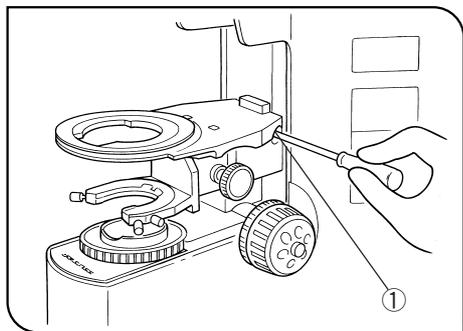

図 15
(図15,16)
- 2) ステージ受け固定ねじ①を六角ドライバで十分にゆるめ、ステージ受けを持ち上げて取外します。(図15)